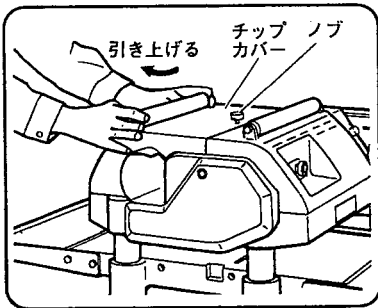

図 18
(1) チップカバーの上部のノブをはずし、矢印方向に引き上げ、チップカバーをはずします。(図 18)
- (7) 取付けが終わったらかな胴固定装置のレバーを左にまわし、固定を解除します。
- (8) チップカバー（図 18 参照）を矢印の反対側に押し付けながら組み込み、ノブで固定します。